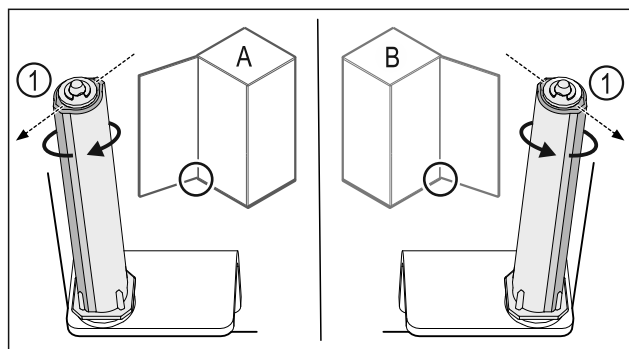

Fig. 50 Отваряне наляво (A) / отваряне надясно (B)
- Въртете затварящата система срещу съпротивлението, докато ребро на затварящата система Fig. 50 (1) сочи навън.